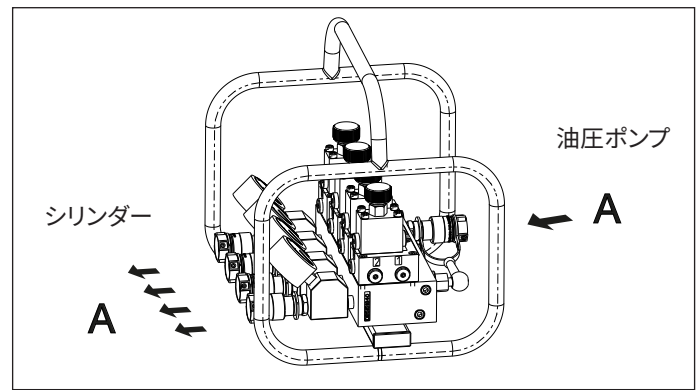

図2: SFM41マニホールドの接続図
詳細は図2を参照してください。
- シリンダーを伸ばす:それぞれの流量制御バルブのロータリーノブで出口ごとの必要な流量を選択します。シリンダーの使用圧力より1,500 - 2,900 psi [100 - 200 bar]大きい、メインの油圧ポンプでリリーフバルブをセットします。制御された流量の作動油が油圧ポンプからスプリットフローマニホールドの入口「P」に流れるように油圧ポンプと方向バルブを操作します。必ず、下降バルブを手動で時計回りに閉じてから操作を行ってください。作動油が出口「A」からシリンダーの大型チャンバーに流れ、プランジャが伸張します (図2参照)。